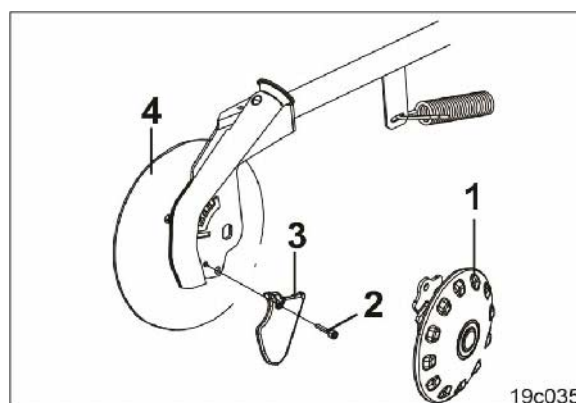

Fig. 171
1. Demonter plastskiven (Fig. 171/1) (se kap. "Stille inn RoTeC-plastskivene", på side 126).
2. Løsne sylinderskruen (Fig. 171/2) (skruens tiltrekkingsmoment 30-35 Nm).
3. Skift ut slitasjespissen (Fig. 171/3) og monter den i omvendt rekkefølge.
Slitasjespissen (Fig. 171/3) skal ikke stikke ut over kanten av skållabben (Fig. 171/4). Skift ut skållabben ved behov.